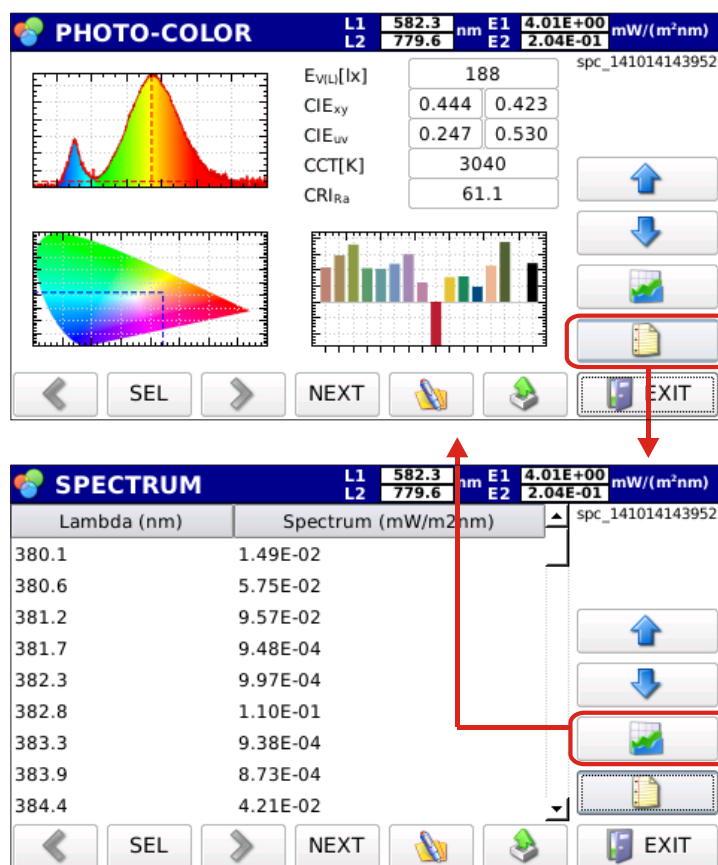

Figura 4.17: Dati di irradiazione spettrale in formato testo.
4.6 Premendo il tasto  si visualizzano (figura 4.17) i dati di irradiazione spettrale a passi di 1 nm,